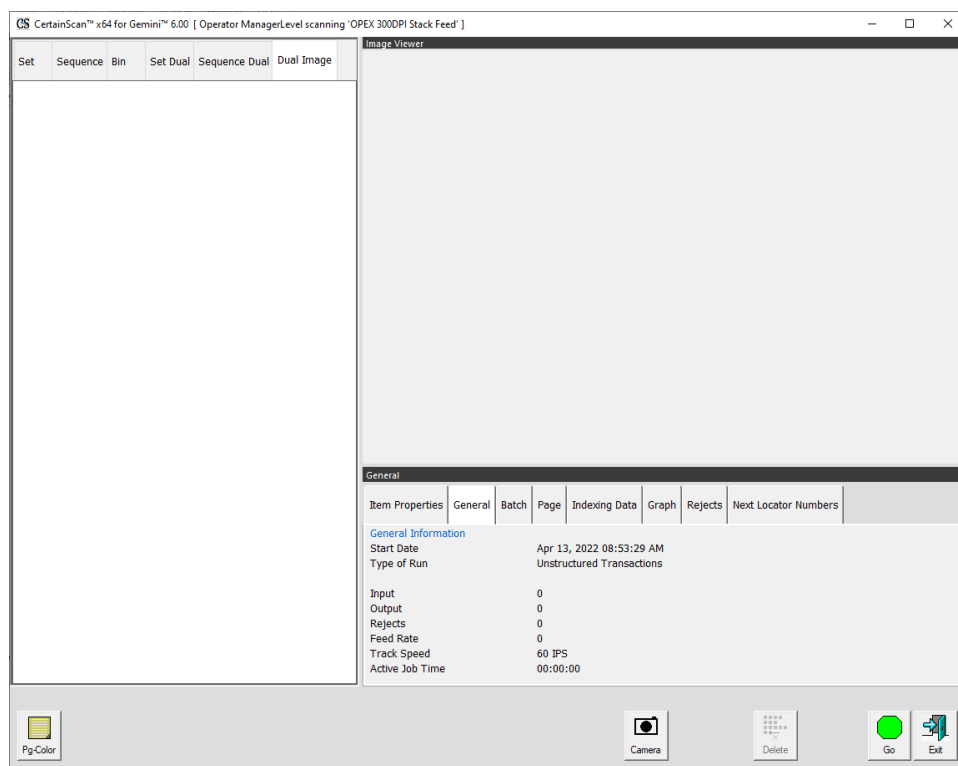

図 3-9 : 実行画面
- 実行画面：ジョブのページタイプが表示されたら、**Go（開始）** ボタンをクリックしてスキャンを開始します。バッチデータの入力は不要です（図 3-9）。